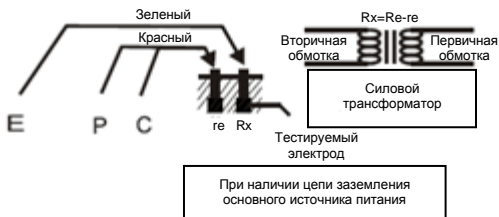

Рис. 2
- (1) Эту методику рекомендуется использовать, если сопротивление измеряемого заземления выше 10 Ом, или отсутствует возможность установки дополнительных электродов. Примерное значение сопротивления получается с применением двухпроводной системы, показанной на рис. 2.
- (2) Повернуть переключатель режимов в положение
- (3) Сначала повернуть переключатель в положение «Сопротивление в диапазоне 200Ом», затем нажать кнопку тестирования, проверить показания сопротивления заземления. Если на экране отображается значение «1» (перегрузка), повернуть переключатель в положение «Сопротивление в диапазоне до 2000 Ом» и проверить показания сопротивления заземления.
- (4) Полученное значение сопротивления (R_x) является расчетным. В упрощенной методике измерения контакты «Р и С» замкнуты с помощью измерительных проводов, поэтому во внешнем шунтировании нет необходимости.